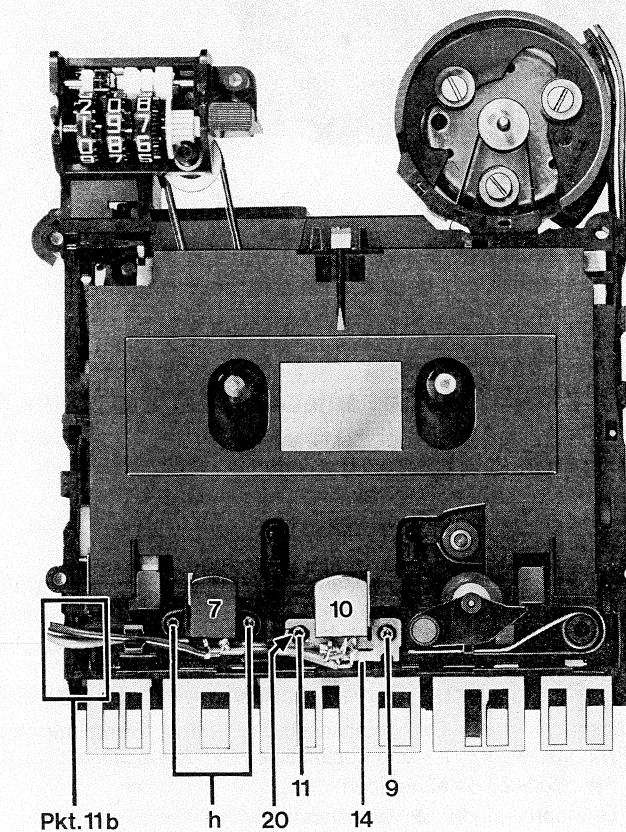

Abb. 5 Kopfwechsel
5. Kopfwechsel (Abb. 5)
Ausschnitt aus Abb. 5